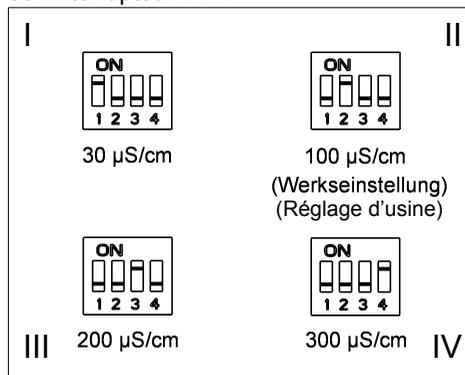

Fig. 6 : Interrupteur DIP
Le critère d'interruption est réglé en usine par un interrupteur DIP à 100  $\mu\text{S/cm}$  (cf. fig. 6 II). La conductivité moyenne de toute
- Régler l'interrupteur DIP selon fig. 6 III. L'interrupteur DIP se trouve sur la face intérieure du capot, à côté du support de piles.
- Ensuite, régler le critère d'interruption sur 300  $\mu\text{S/cm}$  : Régler l'interrupteur DIP selon fig. 6 IV.